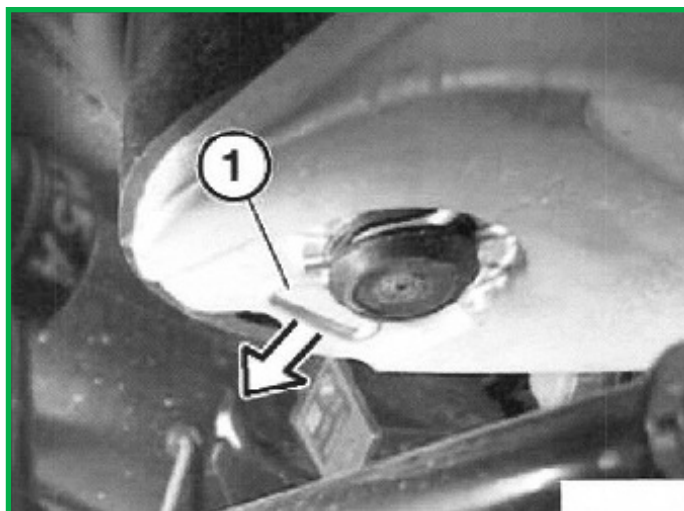

FIGURA 5
7. Desenganche el clip de bloqueo (1) de la parte inferior de la montura del muelle neumático y extraiga el muelle neumático. (Figura 5)